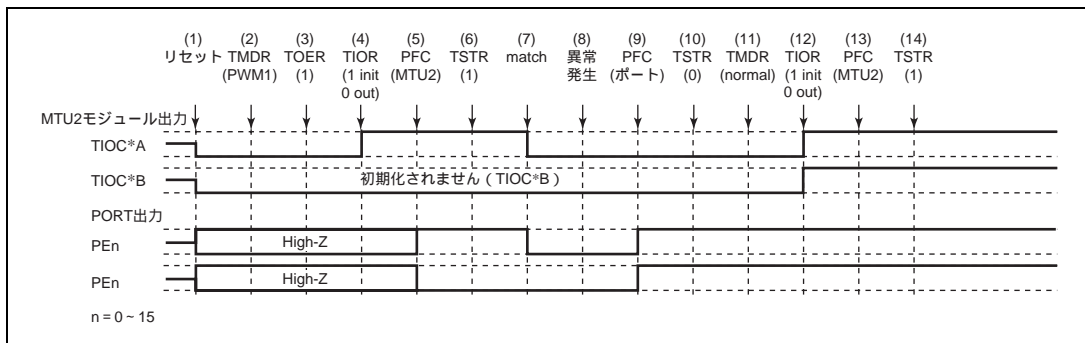

図 10.143 PWM モード 1 で異常が発生し、ノーマルモードで復帰する場合
PWM モード 1 で異常が発生し、再設定後ノーマルモードで再スタートする場合の説明図を図 10.143 に示します。
(1) ~ (10) は図 10.143 と共通です。
(11) PWM モード 1 で再スタートする場合には必要ありません。
(12) TIOR で端子を初期化してください (PWM モード 1 では TIOC\*B 側は初期化されません)。
(13) PFC で MTU2 出力としてください。
(14) TSTR で再スタートします。
(11) PWM モード 2 を設定します。
(12) TIOR で端子を初期化してください (PWM モード 2 では周期レジスタの端子は初期化されません)。
(11) 位相計数モードを設定します。
(12) TIOR で端子を初期化してください。
(11) 波形生成部の初期化のためノーマルモードを設定してください。
(12) TIOIR で PWM モード 1 の波形生成部を初期化してください。
(13) TIOIR で PWM モード 1 の波形生成部の動作を禁止してください。
(14) TOER でチャンネル 3、4 の出力を禁止してください。
(15) TOCR で相補 PWM の出力レベルと周期出力の許可禁止を選択してください。
(16) 相補 PWM を設定します。
(17) TOER でチャンネル 3、4 の出力を許可してください。
(18) PFC で MTU2 出力としてください。
(19) TSTR で再スタートします。